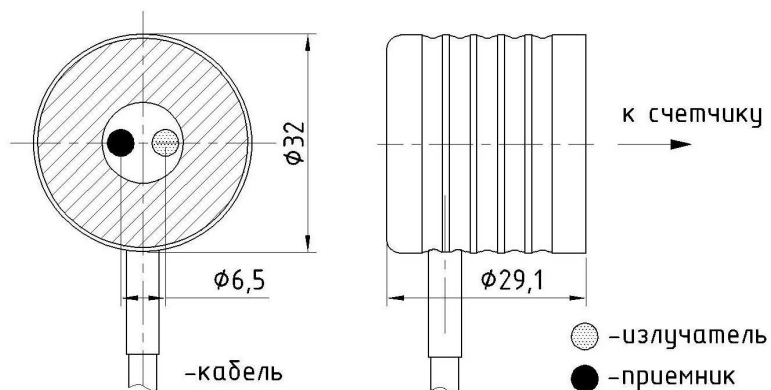

Рисунок 1 – внешний вид и габариты оптической головки
2.9 Внешний вид приведен на рисунке рис.1 приложения А.